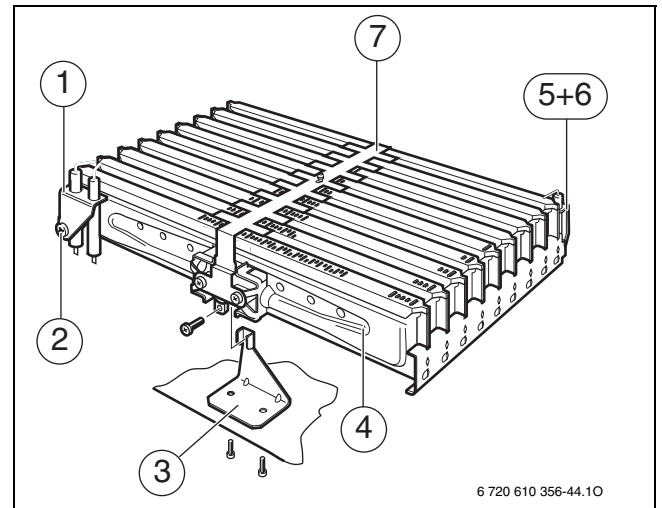

Fig. 34 Blocco bruciatore
- ▶ Scollegare con prudenza il giunto ad innesto sugli elettrodi di accensione (→ fig. 34).
- ▶ Sfilare con cautela la spina dall'elettrodo di controllo fiamma (5).
- ▶ Svitare il supporto bruciatore (3).
- ▶ Svitare il controdado sotto il bruciatore e rimuovere con cautela il gruppo bruciatore (4).